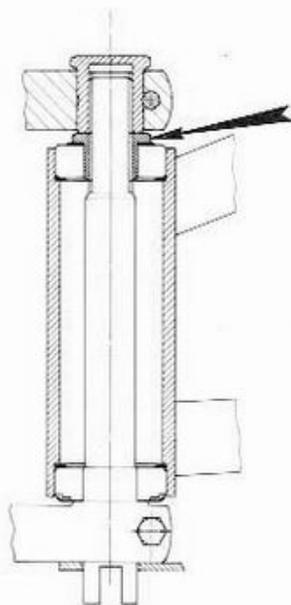

Fig. 52
- 8) Svitare il dado che blocca il perno sterzo. (fig. 52)
Qualora si rendesse necessaria una registrazione del gioco del perno sterzo, agire sul dado indicato in fig. 52, finché per girare lo sterzo si senta un leggero attrito.